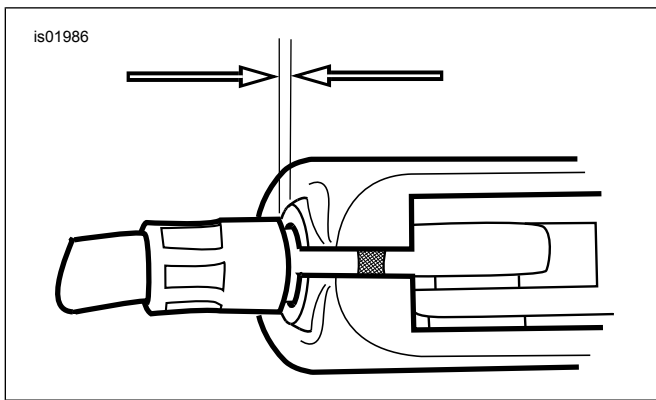

Figure 2. Jeu du câble d'embrayage : 1,6 à 3,2 mm (1/16 à 1/8 po)
- Voir Figure 2. Séparer le régleur de câble de l'écrou de blocage jusqu'à ce que le mou du levier de guidon soit éliminé. Retirer la virole du câble d'embrayage du support du levier d'embrayage pour vérifier le jeu. Tourner le régleur de câble afin d'obtenir un jeu de 1,6 à 3,2 mm (1/16 à 1/8 po) entre l'extrémité de la virole du câble et le support du levier d'embrayage.